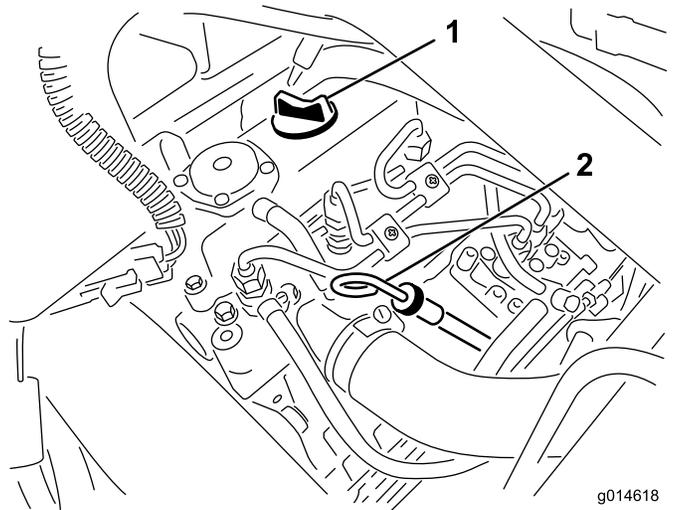

Рисунок 28
2. Извлеките измерительный щуп и протрите его чистой ветошью (Рисунок 28).